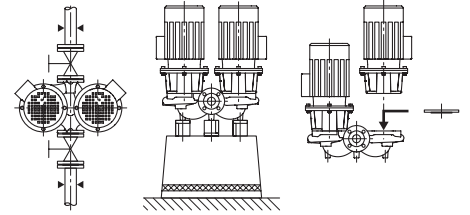

Fig. 9: نظرة على المضخة المزدوجة DL
عبارة عن مضختين مشتركتين في جسم واحد (مضخة مزدوجة (DL)). وجسم المضخات مصمم بطريقة خطية (Fig. 9). جميع أجسام المضخات مزودة بأرجل للمضخات. وينصح بالتركيب على قاعدة أساسية بدءاً من قدرة اسمية للمحرك 4 كيلوواط وأكثر. وارتباطاً بجهاز تحكم يتم فقط تشغيل مضخة الحمل الأساسي أثناء التشغيل المعتاد. وتتاح المضخة الثانية للوصول لأقصى قدرة أثناء التشغيل بالقدرة الكاملة. بالإضافة إلى ذلك يمكن للمضخة الثانية أن تعمل كمضخة احتياطية في حالة الخلل.
بالنسبة لجميع أنواع المضخات/مقاسات أجسام سلسلة طرازات المضخة المزدوجة (DL) تتوفر فلانشات مصممة (انظر الفصل 5.4 "الملحقات" في صفحة 9)، وهي تتيح استبدال طقم التركيب حتى مع جسم المضخة المزدوجة (Fig. 9 على اليمين). وبذلك يمكن أن يظل المحرك مشغلاً عند تغيير طقم التركيب.